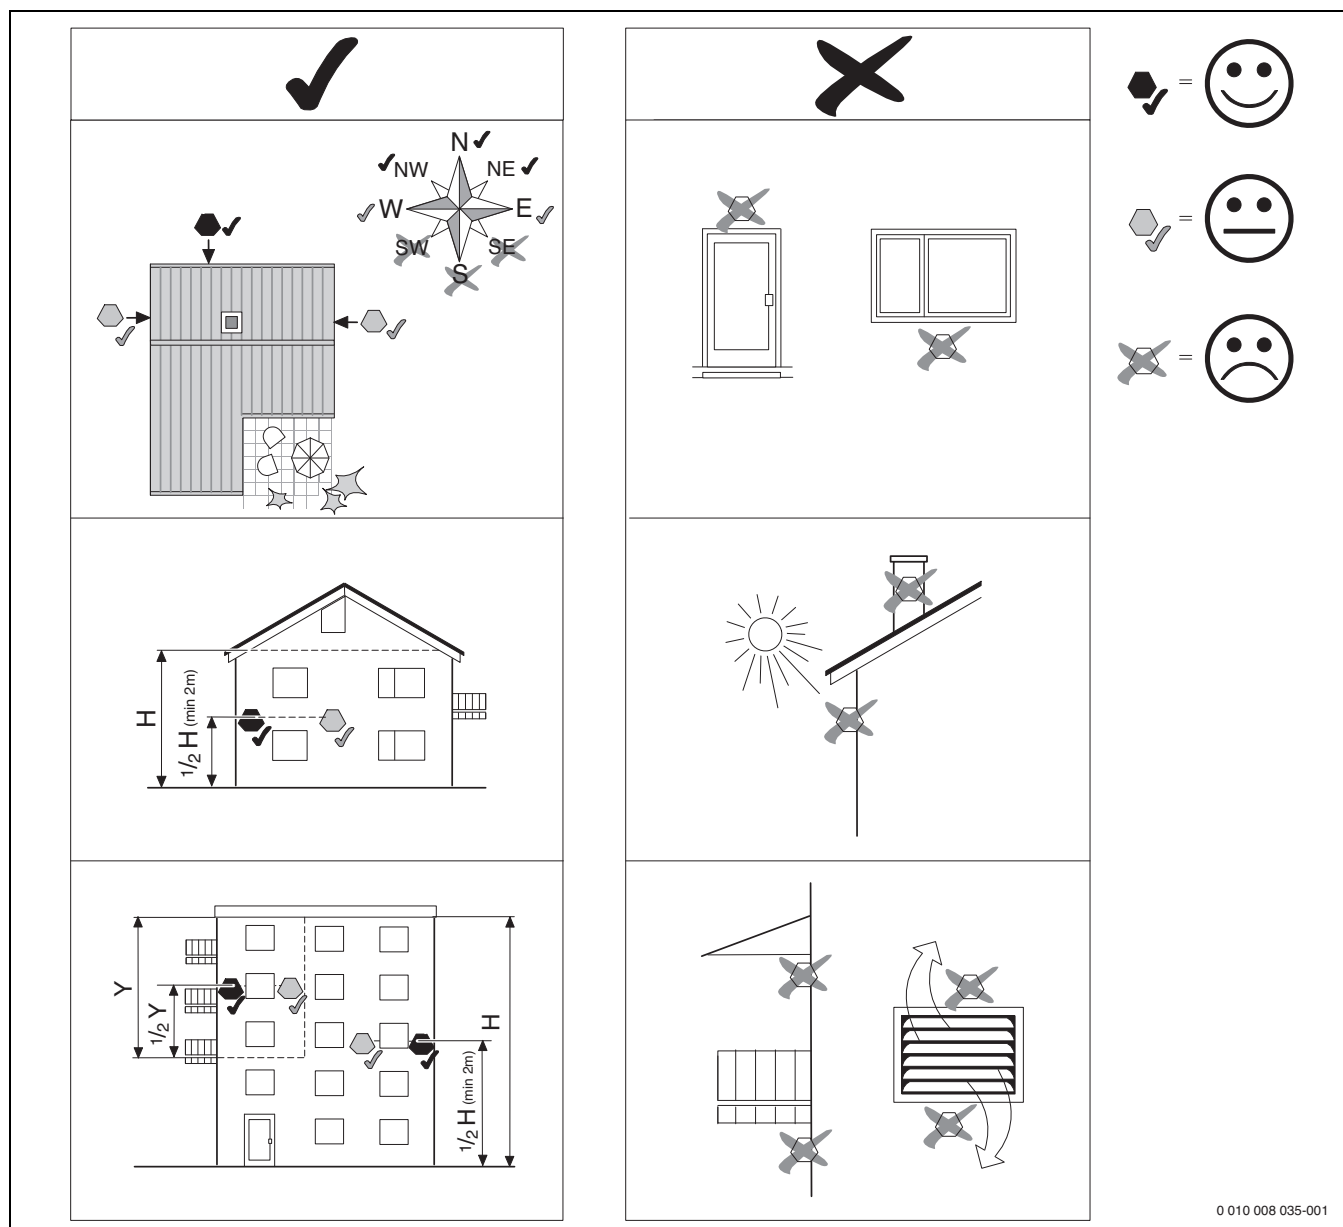

Рис. 8 Установка датчика наружной температуры
- Установите датчик наружной температуры как показано на рис. 8.